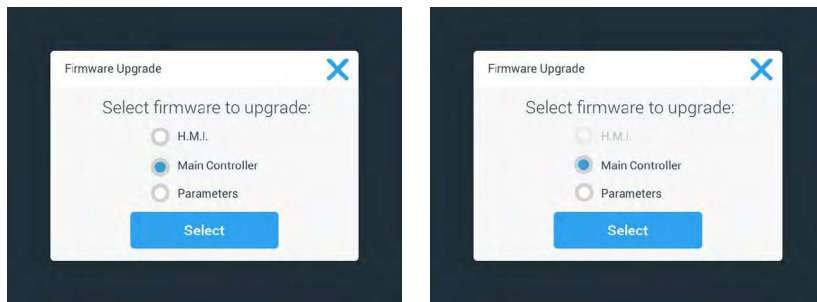

Abbildung 115: Zu installierendes Firmware-Element auswählen
11. Liegt ein Firmware-Upgrade vor, wird die in Abbildung 115 gezeigte Liste auf dem Bildschirm Firmware-Upgrade angezeigt. Tippen Sie auf das Firmware-Element, für das Sie ein Upgrade durchführen möchten.
HINWEIS Wenn Sie die Option H.M.I. aus der in Abbildung 115 gezeigten Liste wählen, um nur die GUI-Firmware zu aktualisieren, reagiert das GUI-Display bis zu einer Minute nach dem Start des Firmware-Upgrades nicht mehr auf weiteres Tippen auf den aktiven Bereich der Bedienoberfläche. Bitte schalten Sie den Schüttler während dieses Zeitraums nicht aus, da das Upgrade sonst nicht erfolgreich abgeschlossen werden kann. Der Schüttler läuft nach kurzer Zeit wieder an und ist dann wieder einsatzbereit.
HINWEIS Falls Sie zwei oder drei Optionen aus der in Abbildung 115 gezeigten Liste auswählen, um ein Upgrade für mehrere Firmware-Komponenten durchzuführen, darf der Schüttler während des gesamten Upgrade-Vorgangs zu keinem Zeitpunkt ausgeschaltet sein.